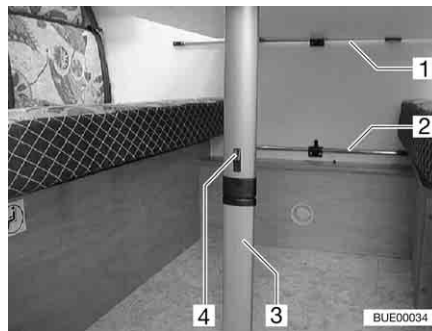

Fig. 76 Table suspendue à pied articulé
- Pousser le dispositif de blocage (Fig. 76,4) vers le plateau de table.
- Rabattre le pied (Fig. 76,3) à 90°.
- Décrocher la table suspendue du rail d'accroche supérieur (Fig. 76,1).
- Accrocher la table suspendue dans le rail d'accroche inférieur (Fig. 76,2) et la poser sur l'articulation du pied de la table.